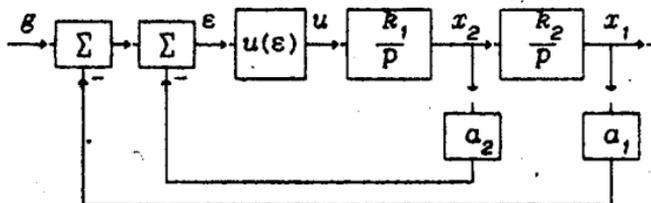
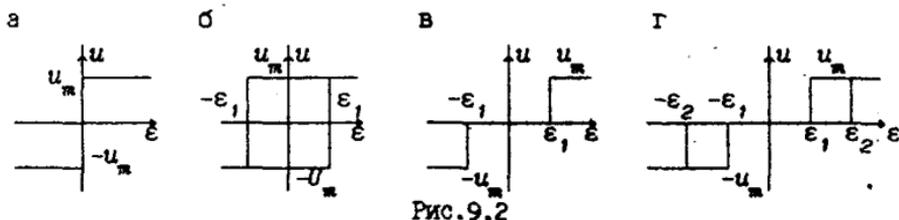

Рис.9.1
Рис.9.2
2. Постройте линии переключения для релейной системы, структурная схема которой приведена на рис.9.1. Статические характеристики реле представлены на рис.9.2.
1. Реализуйте на АВК модель релейной системы, структурная схема которой приведена на рис.9.1.